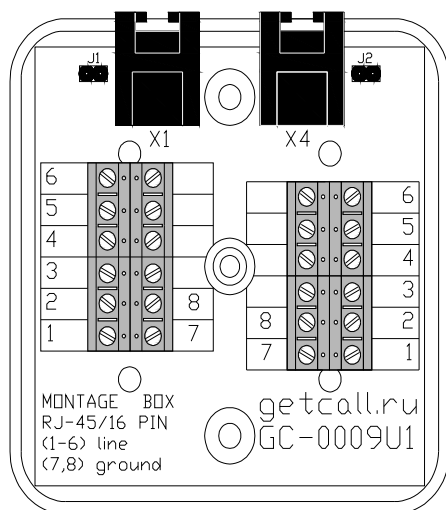

Рис.1 Внешний вид GC-0009U2 со снятой крышкой.
2.1. Универсальная монтажная коробка GC-0009U2 (Рисунок 1) имеет стационарную и линейную части.